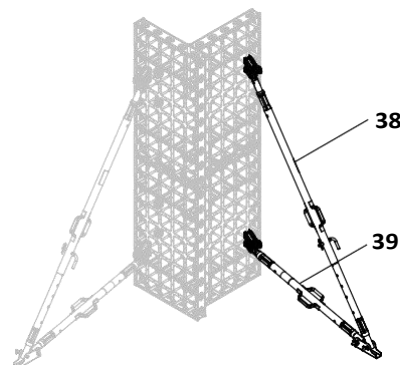

Fig. C1.07
7. Монтирайте вертикализатора и напречното рамо към свързващата скоба. Монтирайте вертикализатора и напр. рамо към петите и ги закрепете с анкери болотве. (Fig. C1.07)